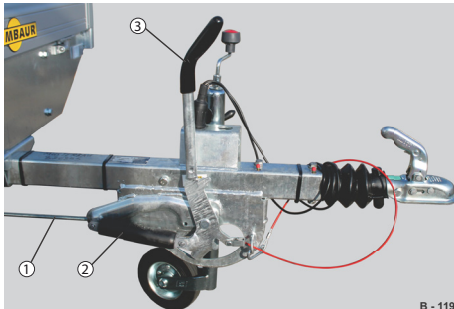

Abb. 87 Handbremse angezogen, KNOTT
- ▶ Anhänger ggf. etwas zurückziehen. Der Federspeicher (Abb. 87/2) zieht die Handbremse vollständig an.